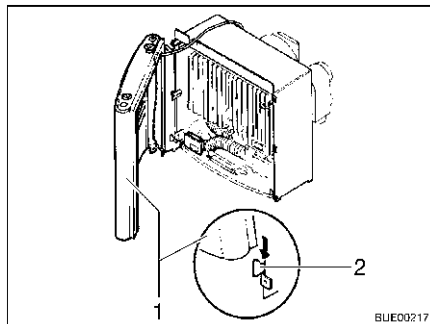

Bild 117 Heizungsverkleidung, Haltetaschen
- Heizungsverkleidung montieren. Dazu Verkleidung (Bild 117,1) auf die unteren Haltetaschen (Bild 117,2) stellen.